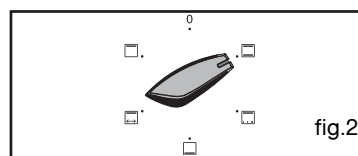

fig.2
• Placa multiusos (fig.2)
Acerte a hora, premindo as teclas + e - (para obter um desfile rápido, premir continuamente a tecla) (fig.2).
Prima a tecla “⌚” durante alguns segundos até que o visor esteja a piscar (fig.2), depois solte. Os bips sonoros indicam que a regulação é possível.
Exemplo: posição  (fig.2).
O visor está intermitente em 0h00 para lhe indicar que a regulação é então possível (fig. 2).
Exemplo: fim de cozedura a 13h (fig.2).
- Regule o tempo pretendido premindo as teclas + ou - (fig.2) (máx. 60 minutos).
- Prima, ao mesmo tempo, as teclas + e - durante uma dezena de segundos até o visor apresentar "CO" para entrar no modo de regulação (fig.2).
Após ter definido a luminosidade da sua escolha, aguarde alguns minutos e acerte novamente o relógio do programador (fig.2).